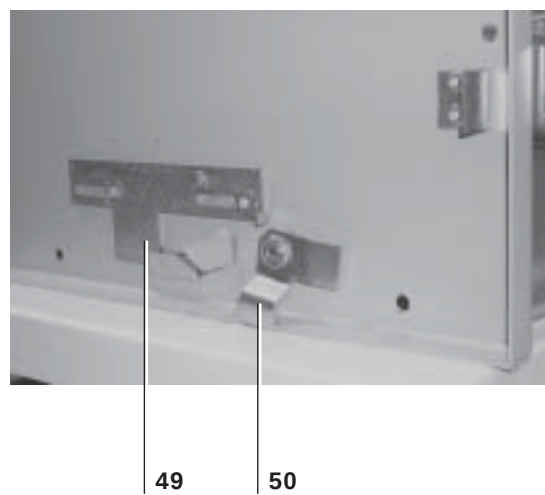

Fig. 32e_____
- chiavistello di blocco della portella (50) (fig. 32e);
- piastra del piolo di sblocco del chiavistello di chiusura della portella (49) (fig. 32e);
- door locking bolt (50) (fig. 32e);
- pin-slab for unlocking the door closing bolt (49) (fig. 32e);